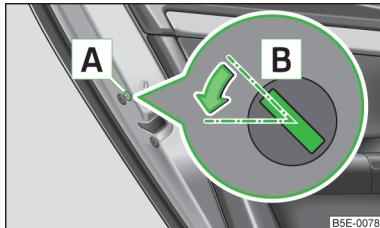

Fig. 210
- › Desmonte el paramento **A** » fig. 210.